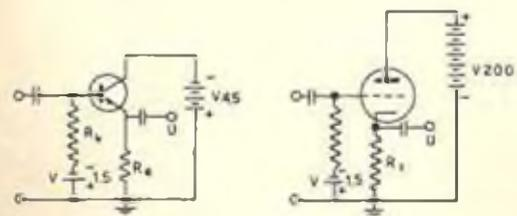

Fig. 10 - Collettore a massa. Placca a massa (ripetitore catodico).
3) Collettore a massa (fig. 10).